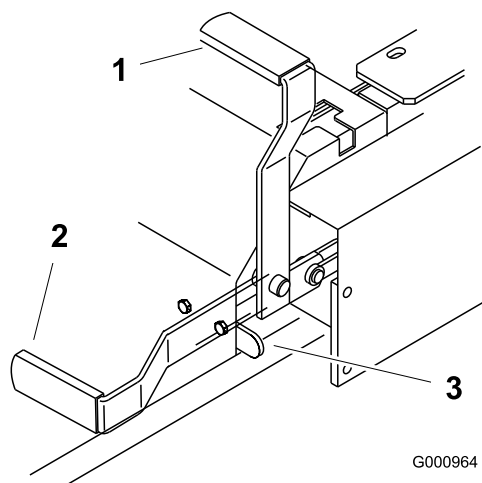

Figura 12
2. Tire de la palanca del freno de estacionamiento hacia arriba y hacia atrás para poner dicho freno (Figura 12). La palanca del freno de estacionamiento debe permanecer firmemente en esa posición.
Empuje hacia adelante y hacia abajo la palanca del freno de estacionamiento para quitar dicho freno (Figura 12).